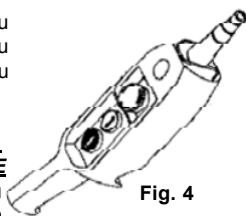

Fig. 4
6) Cutiile de comandă sunt prevăzute cu trei butoane (fig. 4): negru pentru coborâre, alb pentru urcare și roșu pentru oprire de urgență.